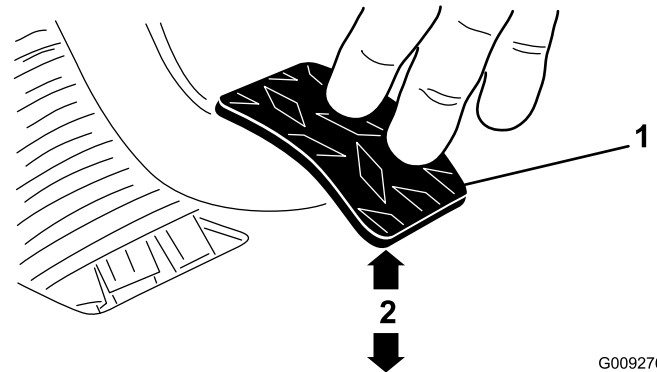

図 70
3. ジャムナットまたはボールジョイントを調整する。1.8kg の力でクラッチペダルを踏んだ時にペダルの裏面の下端が床のダイヤモンド柄の頂部から 9.29.8cm になるようにする(図 70)。